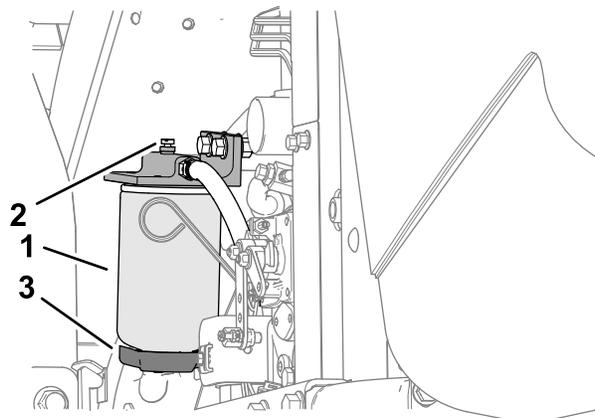

Рисунок 66
4. Открутите сливной кран в днище стакана фильтра (Рисунок 66).
3. Очистите область крепления корпуса фильтра (Рисунок 66).